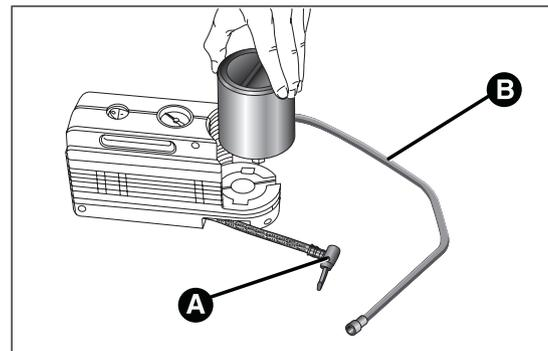

fig. 128
- disinserire l'innesto A fig. 128;